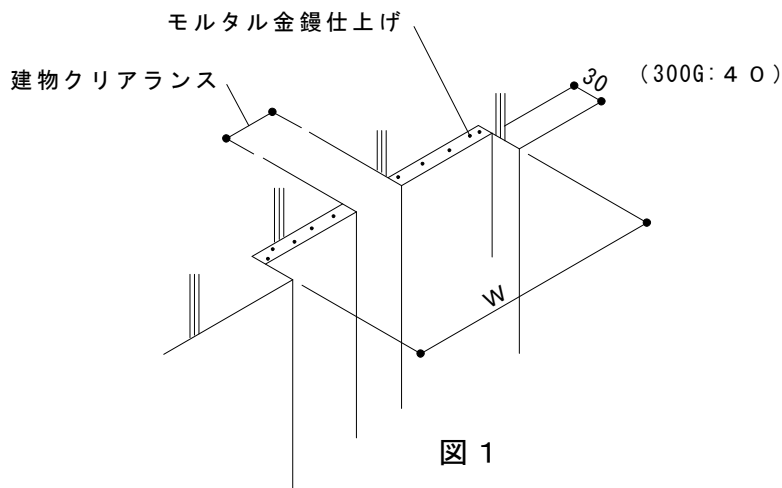

図 1
1. 建物のクリアランスは、変位量にあわせて仕上げてください。（図1）それぞれの規定値よりも狭い場合には変形性能が確保できなくなる場合があります。